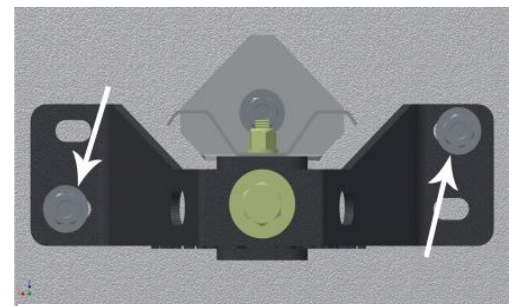

Figura 6a: Perforar los pernos de anclaje a 2 1/4" de profundidad.
14. Perforar dos agujeros para pernos de anclaje de 2 1/4" de profundidad en la almohadilla de pie. Perforar los agujeros diagonalmente opuesta a cada uno. (**Figura 6a**)